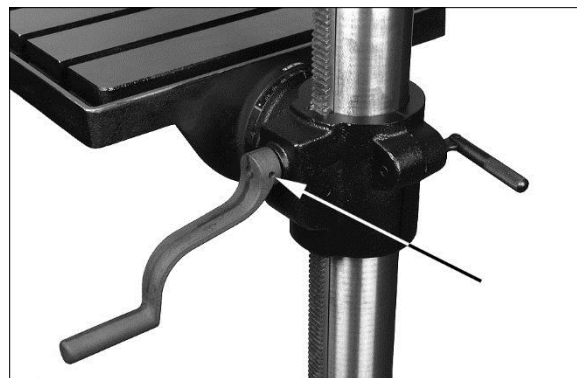

Figure 6-1 : Montage de la manivelle
2. Monter la manivelle sur l'axe de la console de la table et serrer la vis de réglage avec une clé à 6 pans de 3mm. (Figure 6-1)